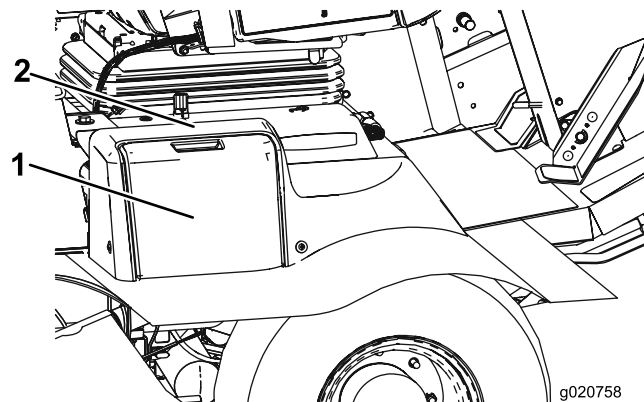

Figura 51
1. Abra a cobertura da bateria no lado do resguardo (Figura 51).
**Nota:** Pressione a superfície plana por cima da cobertura da bateria para facilitar a remoção da cobertura (Figura 51).